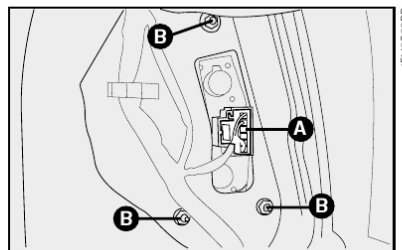

fig. 41
2) retirar o conector **A-fig.41**;
3) retirar os parafusos **B-fig. 41** que fixam a lanterna;